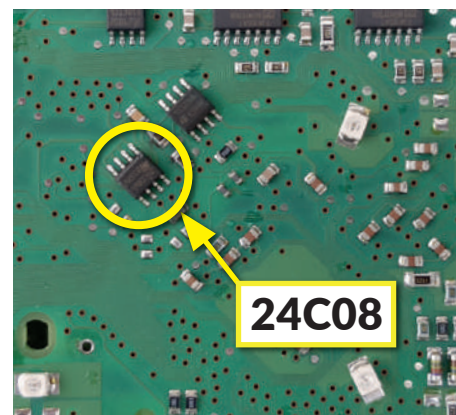

Figura 3
- Effettuare un backup della EEPROM 24C08, presente sulla scheda del contachilometri (figura 3).